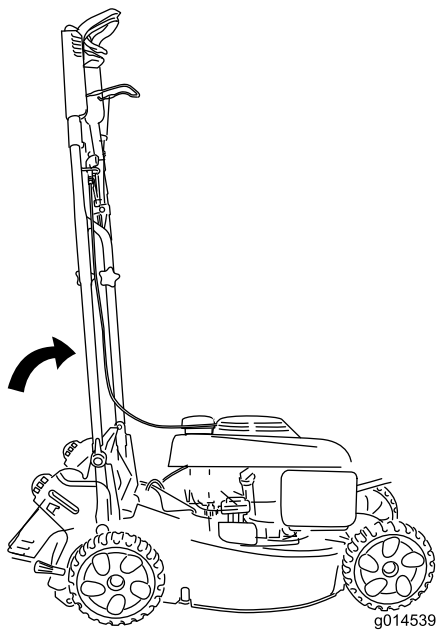

Figure 30
- Pour remiser la machine en occupant le moins de place possible, arrêtez le guidon à la position verticale (Figure 30) et serrez les verrous du guidon.